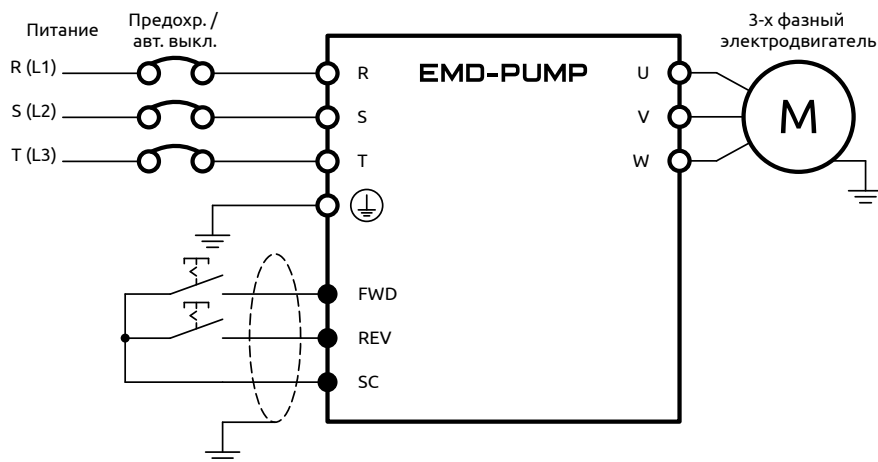

Рисунок 41 - Применение дискретных входов для пуска и останова ПЧ (контакты с фиксацией)
- 1) Двухпроводная схема подключения. Используются контакты с фиксацией (см. рисунок 41)